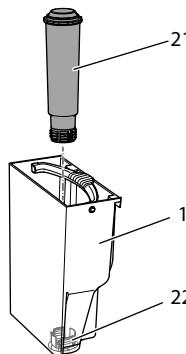

Рис. 15: Завинчивание и отвинчивание фильтра для воды
- Снимите фильтр для воды (см. Рис. 15 на стр. 274).
3. Извлеките фильтр для воды (см. Рис. 15).